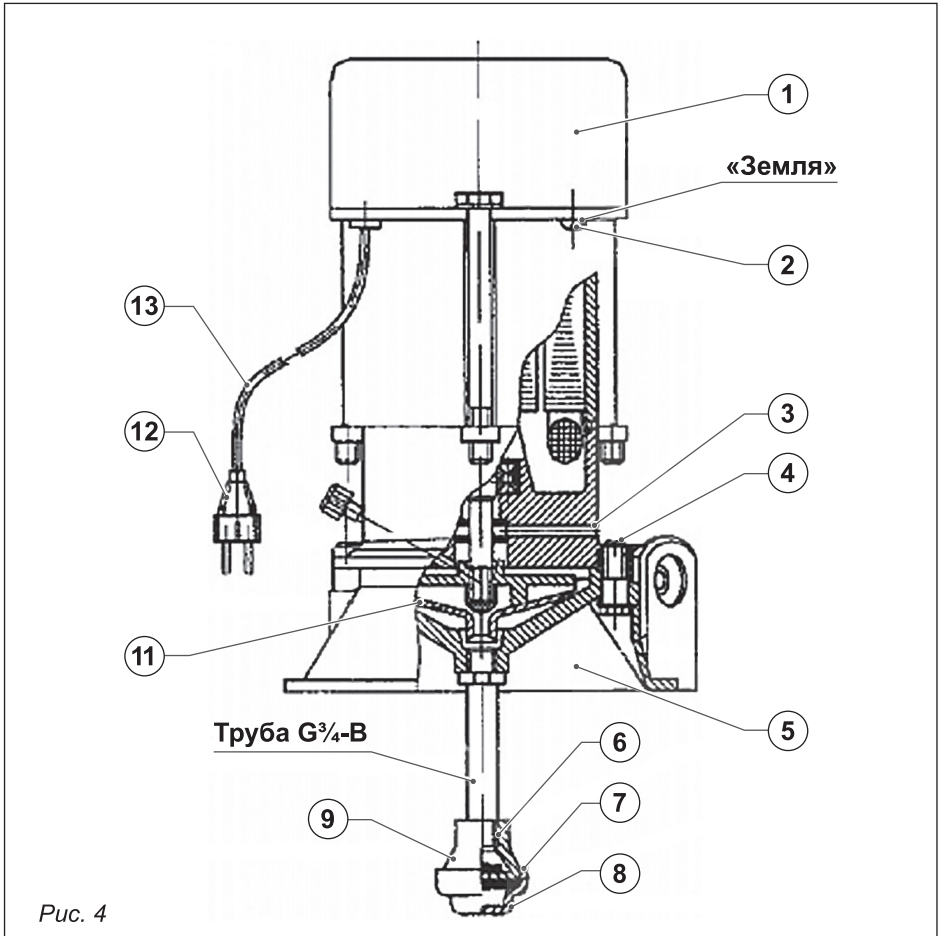

Рис. 4
Электронасос (*рис. 4*) состоит из электродвигателя **2**, вентилятора **11**, привернутого к валу электронасоса. Сверху электродвигатель закрыт колпаком **1**, под которым расположен конденсатор и реле тепловое токовое. Разъем корпуса с фланцем уплотняется прокладкой **4**. Корпус **5** служит для крепления электронасоса на месте эксплуатации. Винт **14** служит для стравливания воздуха из системы при заливке электронасоса. Приемный клапан **9** состоит из корпуса **6**, фильтра **8**, резиновой прокладки **7**.
Конструкция электронасоса может незначительно отличаться от изображенной на *рис. 4*, что связано с дальнейшим техническим совершенствованием электронасоса.
- Электронасос снабжен трехжильным шнуром **13** с армированной вилкой **12** (рис. 4) и розеткой. Розетку устанавливайте под навесом на деревянный щит, при этом, под заземляющий контакт розетки подведите «нулевой» провод.
Запрещена работа электронасоса без заливки, так как в этом случае могут выйти из строя манжеты **15** (рис. 4).
Во всех случаях при появлении воды из отверстия **3** (рис. 4) следует немедленно прекратить работу электронасоса и заменить манжеты **13**.
Подсос воздуха в месте соединения корпуса электронасоса со всасывающим трубопроводом, всасывающего трубопровода с клапаном (рис. 4).	Указанные соединения проверить и уплотнить.
Засорился фильтр 8 (рис. 4) или резиновая прокладка 7 прилипла к основанию фильтра.	Снять фильтр, прочистить его от грязи и освободить от прилипания резиновую прокладку.
Заклинило вентилятор (попадание инородных предметов между вентилятором и корпусом)	Немедленно отключить электронасос от сети, размонтировать установку. Через отверстие в корпусе 5 , (рис. 4) отверткой проверить вентилятор. При наличии грязи — прочистить.